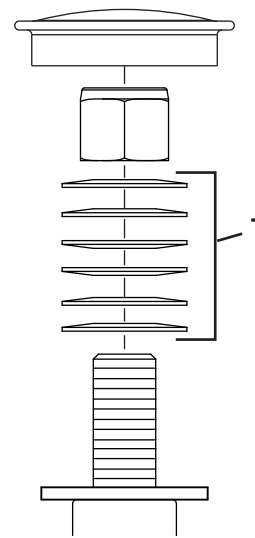

Figure 59
3. Déposez le capuchon protecteur de la roue pivotante et serrez le contre-écrou (Figure 59).
4. Continuez de serrer le contre-écrou jusqu'à ce que les rondelles élastiques soient aplaties, puis desserrez-le d'un quart de tour pour obtenir la précharge correcte des roulements (Figure 59).
Important: Veillez à placer les rondelles élastiques correctement, comme montré à la Figure 59.
5. Reposez le capuchon protecteur (Figure 59).